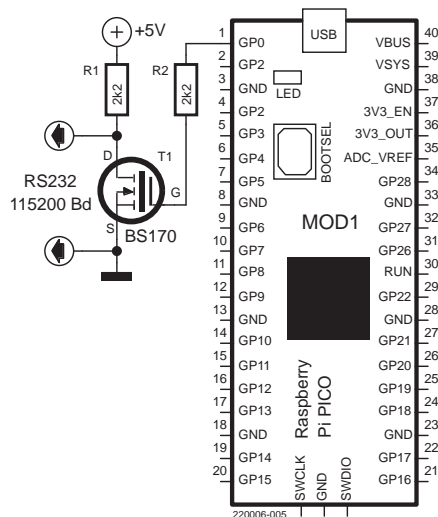

Figure 3. Sortie RS232 de la carte Pico.
**Sortie RS232** : dans sa forme la plus simple (sans affichage à cristaux liquides), le récepteur utilise une interface série (115.200 bits/s) pour transmettre les données. L'interface est mise en œuvre par le circuit illustré à la **figure 3**. Il n'est pas possible d'utiliser le port USB pour produire les données série, car cela générerait des interruptions de manière imprévisible dans notre logiciel.